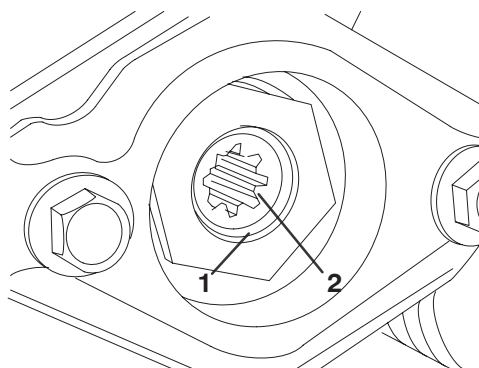

Figure 15
3. Vis Allen (2)
- D. Retirez le jonc d'arrêt de fixation du coupleur d'entraînement dans le tube du cylindre (Fig. 15). Déposez le coupleur d'entraînement.